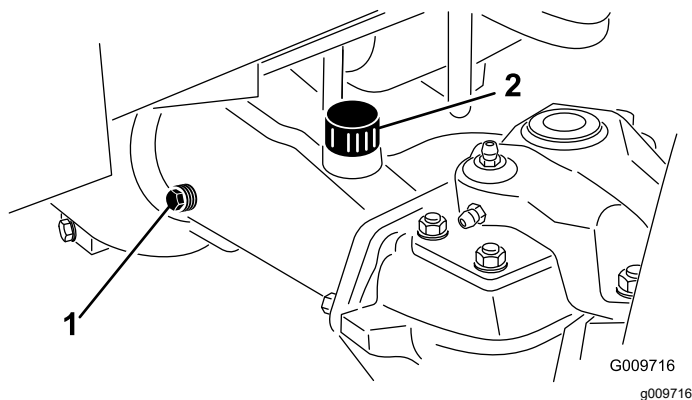

图 67
2. 从轴的 1 端取出检查塞确保润滑油向上直至孔的底部图 67。